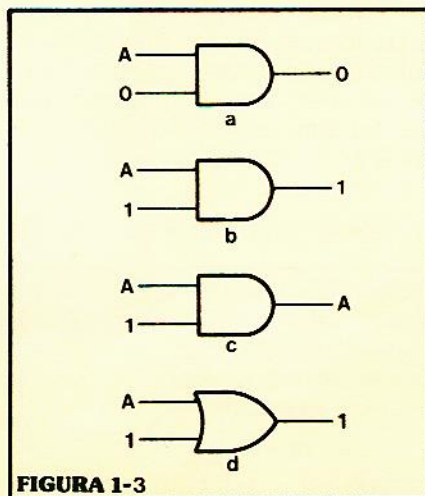

FIGURA 1-3
validade dessas expressões, ao verificar como trabalha uma porta E. Assim, a primeira expressão diz, simplesmente, que se aplicarmos um «1» binário numa entrada de uma porta E, e o sinal A, na outra, a saída dessa porta será A. A entrada «1» libera a porta, permitindo que a entrada A controle a saída. Dessa forma, se  $A = 1$ , a saída será 1 e, se  $A = 0$ , a saída será 0. Segundo você, qual dos circuitos da figura 1-3 expressa tal relação?
O outro caso da propriedade da intersecção ( $A \cdot 0 = 0$ ) é também bastante fácil de entender, pois ele diz que se uma das entradas de uma porta E é «0» e a outra, A, a saída será sempre «0». Lembre-se que a única ocasião em que a saída de uma porta E pode ser «1» se verifica quando **todas** as suas entradas forem «1»; se apenas uma das entradas for «0», a saída será invariavelmente «0». O desenho (A) da figura 1-3 representa esse caso.